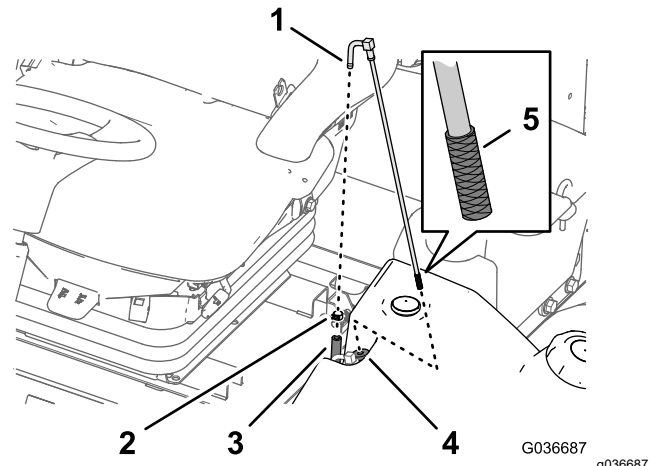

Bild 58
1. Entfernen Sie die Schlauchklemme, mit der der Kraftstoffzulaufschlauch am Anschlussstück des Kraftstoffansaugschlauchs befestigt ist (**Bild 58**).
2. Schließen Sie den Schlauch vom Anschlussstück ab (**Bild 58**).
3. Nehmen Sie den Kraftstoffansaugschlauch vom Kraftstofftank ab (**Bild 58**).
4. Reinigen Sie das Sieb am Ende des Kraftstoffansaugschlauchs (**Bild 58**).
5. Stecken Sie den Kraftstoffansaugschlauch durch die Gummibüchse in den Kraftstofftank (**Bild 58**).